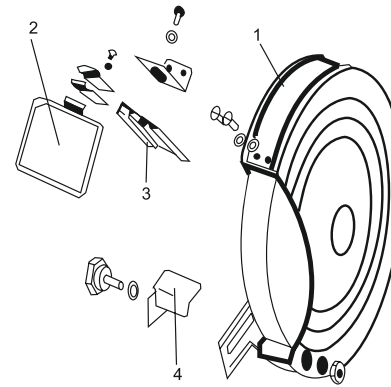

рис. 2
6.3 Установите упоры и защитные стёкла как показано на рис. 2.